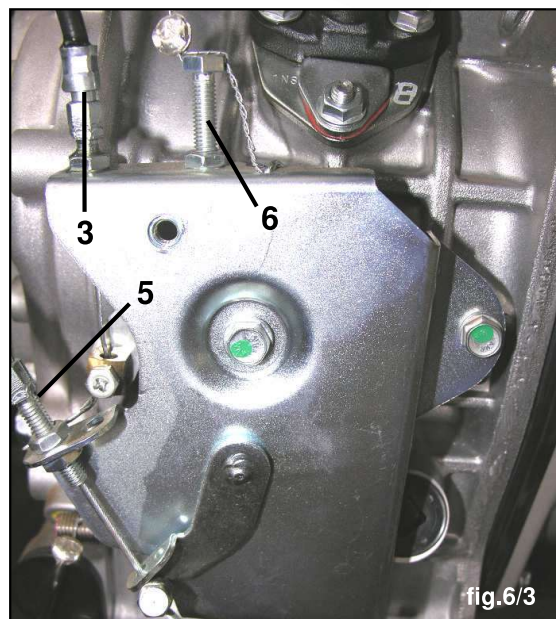

fig.6/3
- 5 - Réglage du câble arrêt moteur (fig.6/3)
- 6 - Réglage tours moteur (fig.6/3) (voir manuel spécifique du moteur)